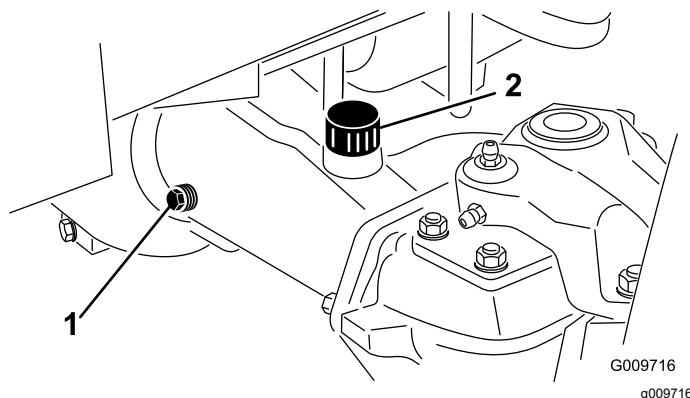

Figura 106
2. Retire un tapón de verificación de un extremo del eje y asegúrese de que el lubricante llega al borde inferior del orificio (Figura 106).